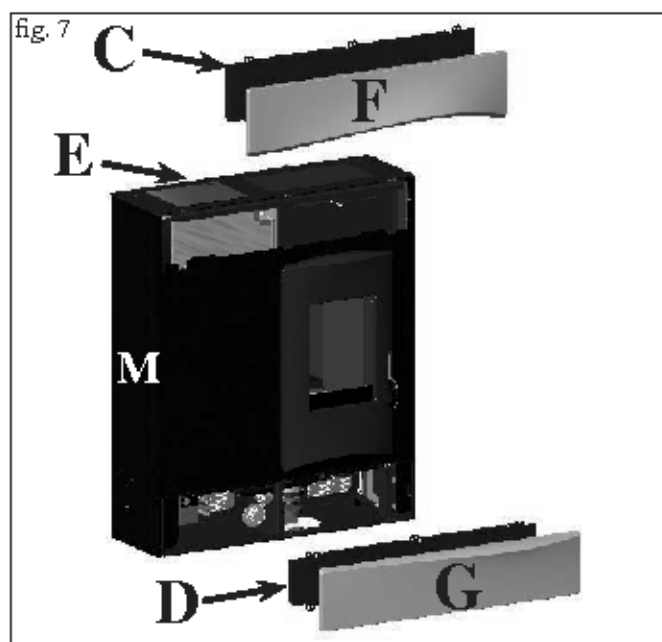

Fig. 7
- 1 elemento horizontal inferior de cerámica (G - fig. 7)